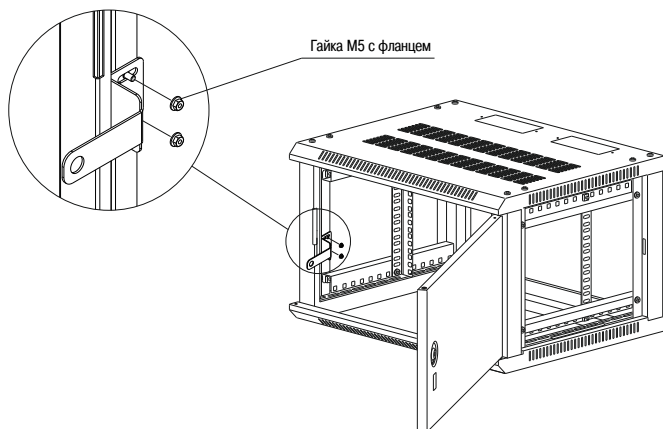

Рисунок 17
4.1 После сборки шкафа необходимо совместить посадочные отверстия проушины со шпильками на стойке так, чтобы в закрытом положении двери можно было опломбировать (рисунок 17). Зафиксируйте гайками фланцевыми М5.